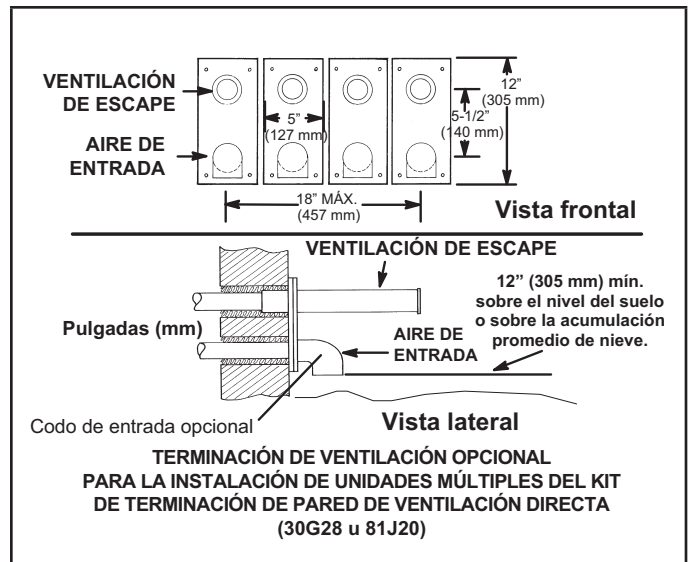

FIGURA 41
- 8 - Una instalación de calefactores múltiples puede utilizar un grupo de hasta cuatro terminaciones ensambladas juntas horizontalmente, como se muestra en la "FIGURA 41".